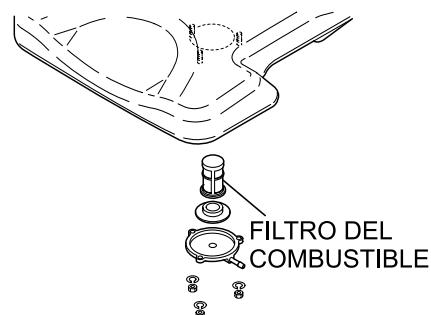

Figura 15. Filtro de combustible
- Revise y limpie el filtro de combustible (Figura 15). Cambie el filtro si es necesario.